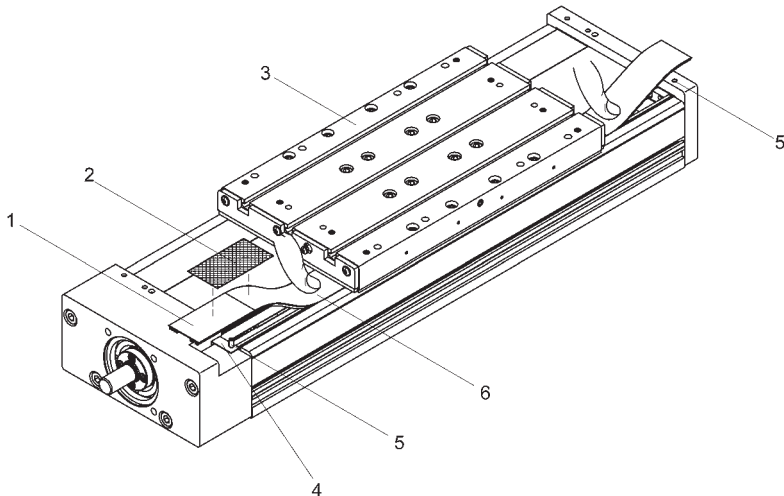

Bild 11
1. **Bild 11:** Kraftbrücke (3) in die hintere Endlage (Loslager) fahren.
2. Gewindestifte (5) am Festlagergehäuse und am Abschlussdeckel nach oben lösen.
3. Altes Abdeckband (6) mit Spannplatte (4) aus dem Festlagergehäuse in Richtung des Loslagers bis etwa 20 cm vor der Kraftbrücke ziehen (Achtung: nicht durch die Kraftbrücke!).